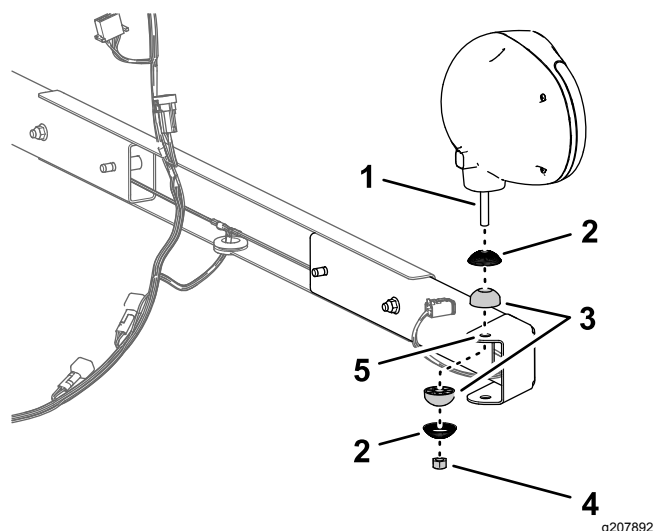

**Figura 13**
1. Alinhe os conjuntos das luzes de trabalho esquerda e direita com as lâmpadas âmbar para fora como se mostra na Figura 13.